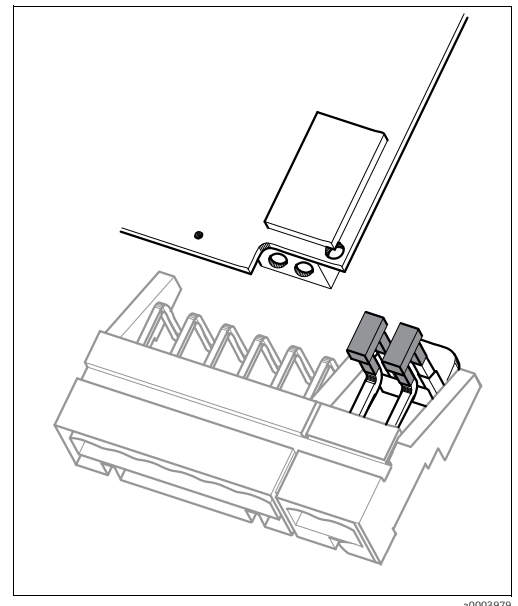

Abb. 27: pH-Eingangsmodul im Gehäusedeckel mit Jumper für Anschluss von ISFET-Sensoren
6. Stecken Sie die mitgelieferten Jumper wie in Abb. 27 dargestellt auf.